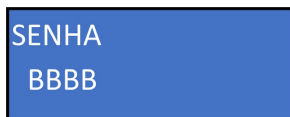

Figura 33
- Para iniciar la calibración del sensor de ORP, sumérjalo en la solución de ORP de 465 mV y navegue pulsando el botón “abajo” hasta encontrar la opción “CALIBRAR SENSOR ORP” y luego pulse el botón “OK”. Después de este proceso, se abrirá una pantalla llamada “CONTRASEÑA”, con una secuencia de 4 letras, Utilice la contraseña BBBB para acceder a este menú. (figura 33).